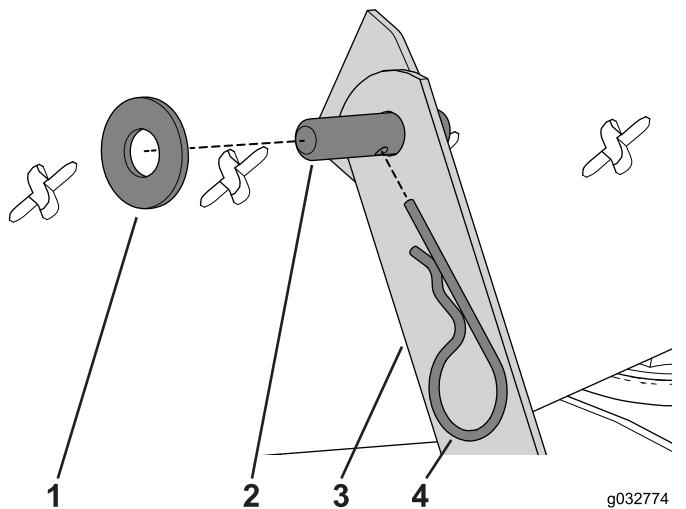

Рисунок 127
2. Используйте шайбу и игольчатый шплинт для крепления подъемного рычага к плате оператора (Рисунок 127).